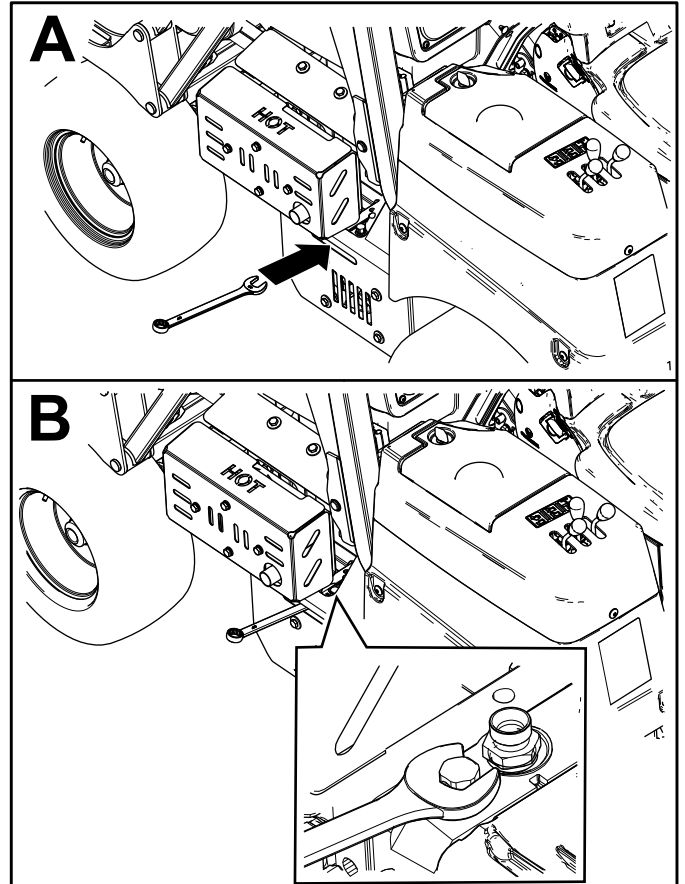

Bild 30
- Sie sollten bei der Bedienung der Maschine einen 16-mm-Schraubenschlüssel bei sich tragen. Öffnen Sie mit dem Schlüssel das Sicherheitsventil, wenn Sie die Maschine schieben oder abschleppen müssen (Bild 30).
1. Das Sicherheitsventil befindet sich auf der rechten Seite der Maschine (Bild 30).
2. Drehen Sie das Bedienelement mit einem 16-mm-Schlüssel 3 Umdrehungen gegen den Uhrzeigersinn (Bild 30).
1. Das Bedienelement für das Sicherheitsventil befindet sich an der linken Seite der Hydraulikpumpe (Bild 30).
2. Drehen Sie das Bedienelement (Bild 30) mit einem 16-mm-Schlüssel im Uhrzeigersinn,